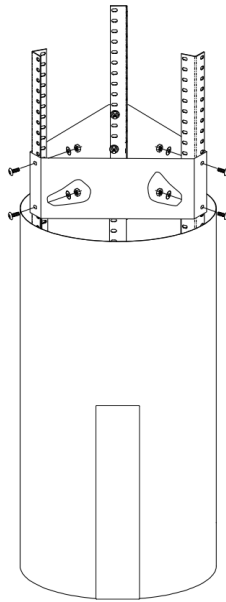

Рис. 6
7. Приєднайте фіксуючий елемент кутників на три встановлені кутники. Потім використайте 6 гвинтів M4X10, гайки M4 та шайби для закріплення. Див. рис.6.